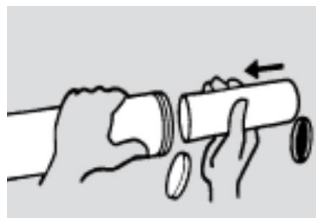

fig. 1
3. Insérez l'extrémité ouverte de la cartouche (non comprise) dans le corps cylindrique du pistolet graisseur (fig. 1).